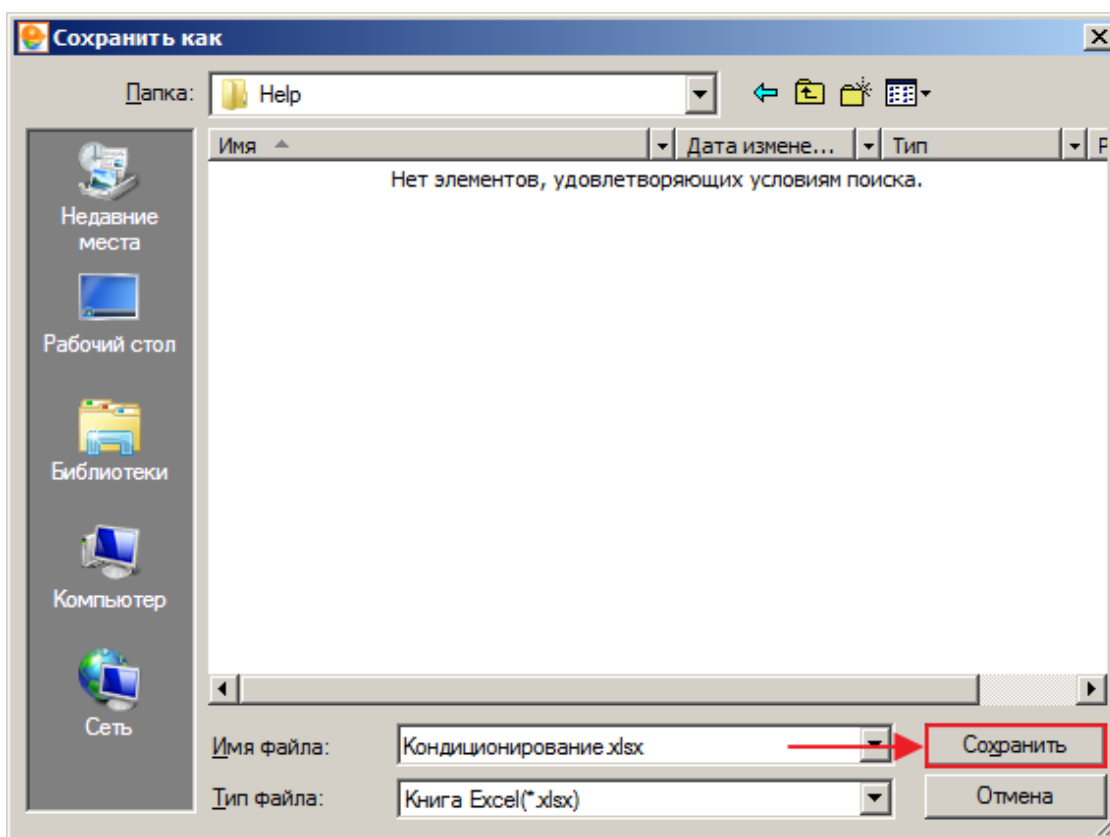

Рис. 3.
- В окне **Сохранить как** выберите папку, в которую будет сохранен сформированный файл, и нажмите **Сохранить** (см рис. 3).